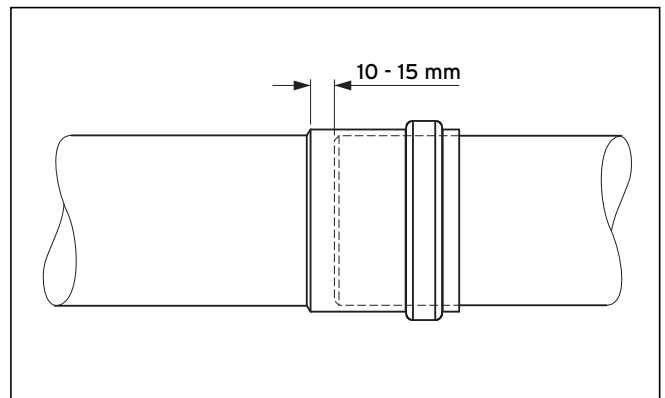

Fig. 7.5 Collegamento corretto dei tubi
- Per ogni collegamento lasciare 1 cm di gioco, vedi fig. 7.5.